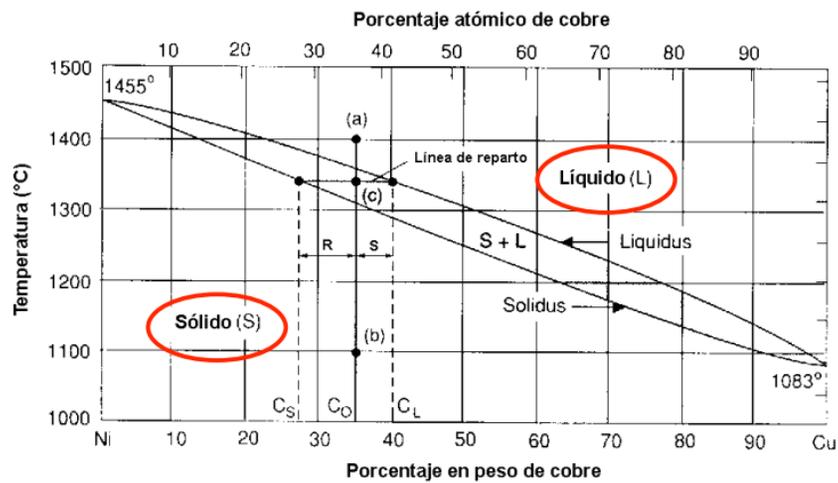

Figura 7. Construcción de una aleación
- La fracción, porcentaje o proporción en peso de cada fase. (Ver figura 7)